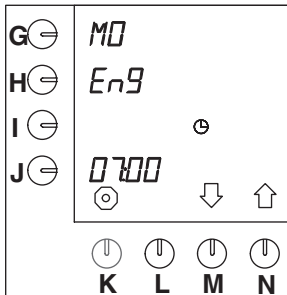

Fig. 41 Taalinstelling
- Na 10 seconden verschijnt knipperend de standaard instelling "EnG" naast de programmeertoets (fig. 41).